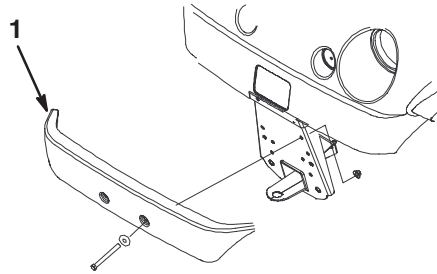

Bild 5
2. Fluchten Sie die Befestigungslöcher aus und befestigen Sie die Stoßstange mit den vorher entfernten Befestigungsteilen am Rahmen (Bild 5).